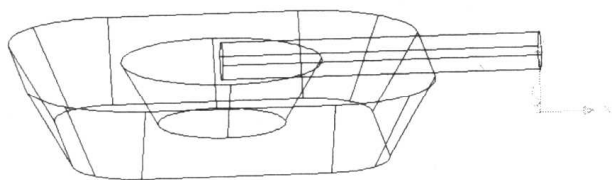

图 2-9
①选择对象: 选择圆柱体 $\leftarrow$ 。②指定基点或位移: 0,0,0 $\leftarrow$ 。③指定位移的第二点或<用第一点作位移>: 0,0,20 $\leftarrow$ 。如图 2-9 所示。